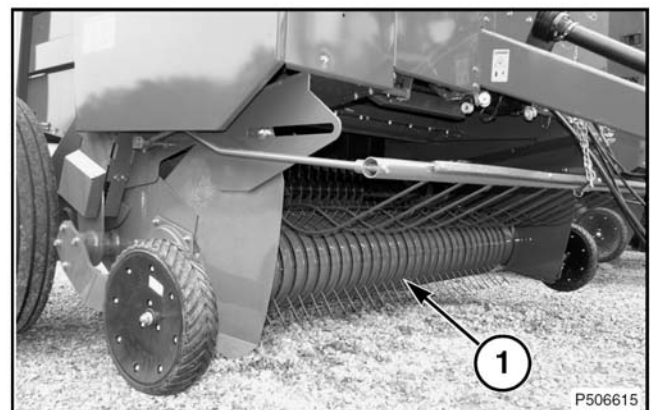

FIG. 5
Fig. 5: el conjunto (1) del pickup levanta y suministra el heno dentro de la cámara de enrollar. Los componentes mayores de este conjunto son el eje del rotor, barra de púas, leva de tracción, protector anti enrollado, embutidor, dos neumáticos, y el sistema hidráulico de elevación del pickup.